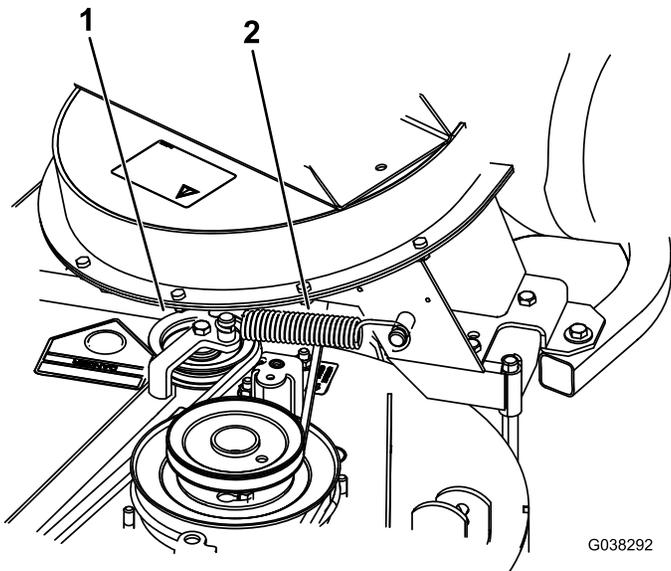

Figura 57
8. Montate la molla come illustra Figura 57.
9. Installate la cinghia sulla puleggia tendicinghia a molla (Figura 57).